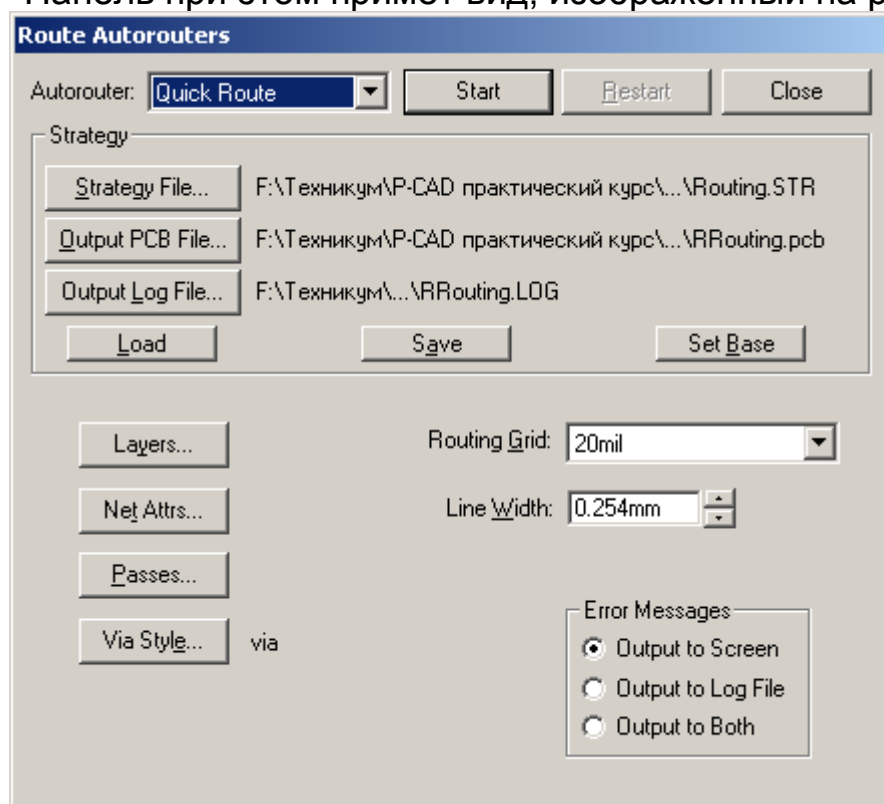

Рис. 1 Окно настройки трассировщика **QuickRoute**
Панель при этом примет вид, изображенный на рис. 1.
- 2.8 Толщину проводников установите максимально возможную, как показано на рис. 1, **0.254mm**.